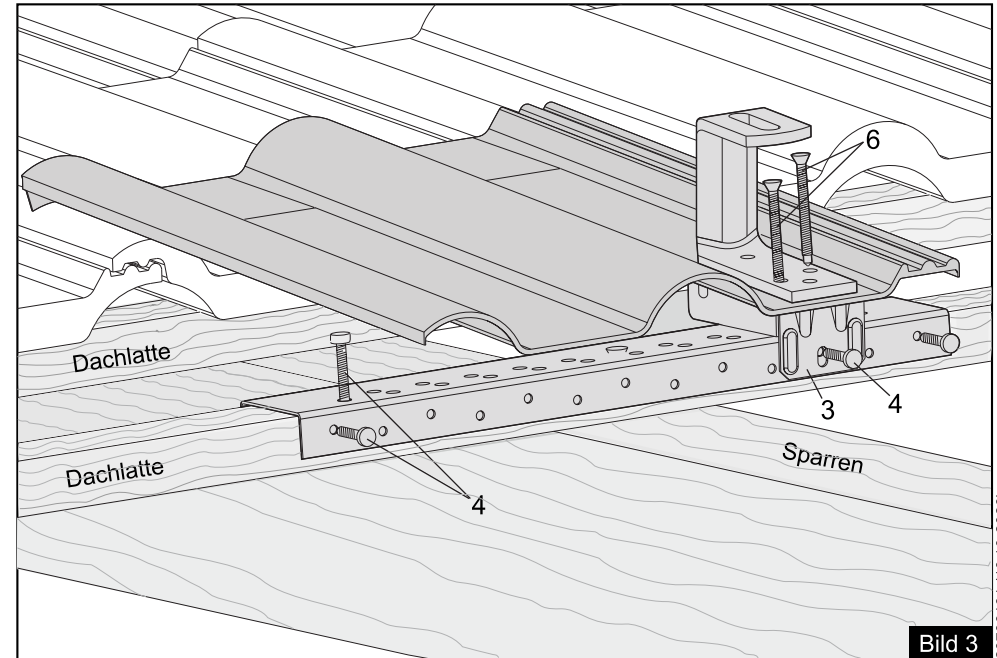

Bild 3
- Aufdachmodulhalter mit Metalldachplatte eindecken, mit Schrauben (6) und Schraube (4) montieren und Verstärkungsschiene zusätzlich mit Schraube (4) (alternativ auch von oben schraubbar) an der Dachlatte befestigen. (Bild 3)
- Aufdachmodulhalter mit Metalldachplatte eindecken, mit Schrauben (6) und Schraube (4) montieren und Verstärkungsschiene zusätzlich mit Schraube (4) (alternativ auch von oben schraubbar) an der Dachplatte befestigen. (Bild 3)